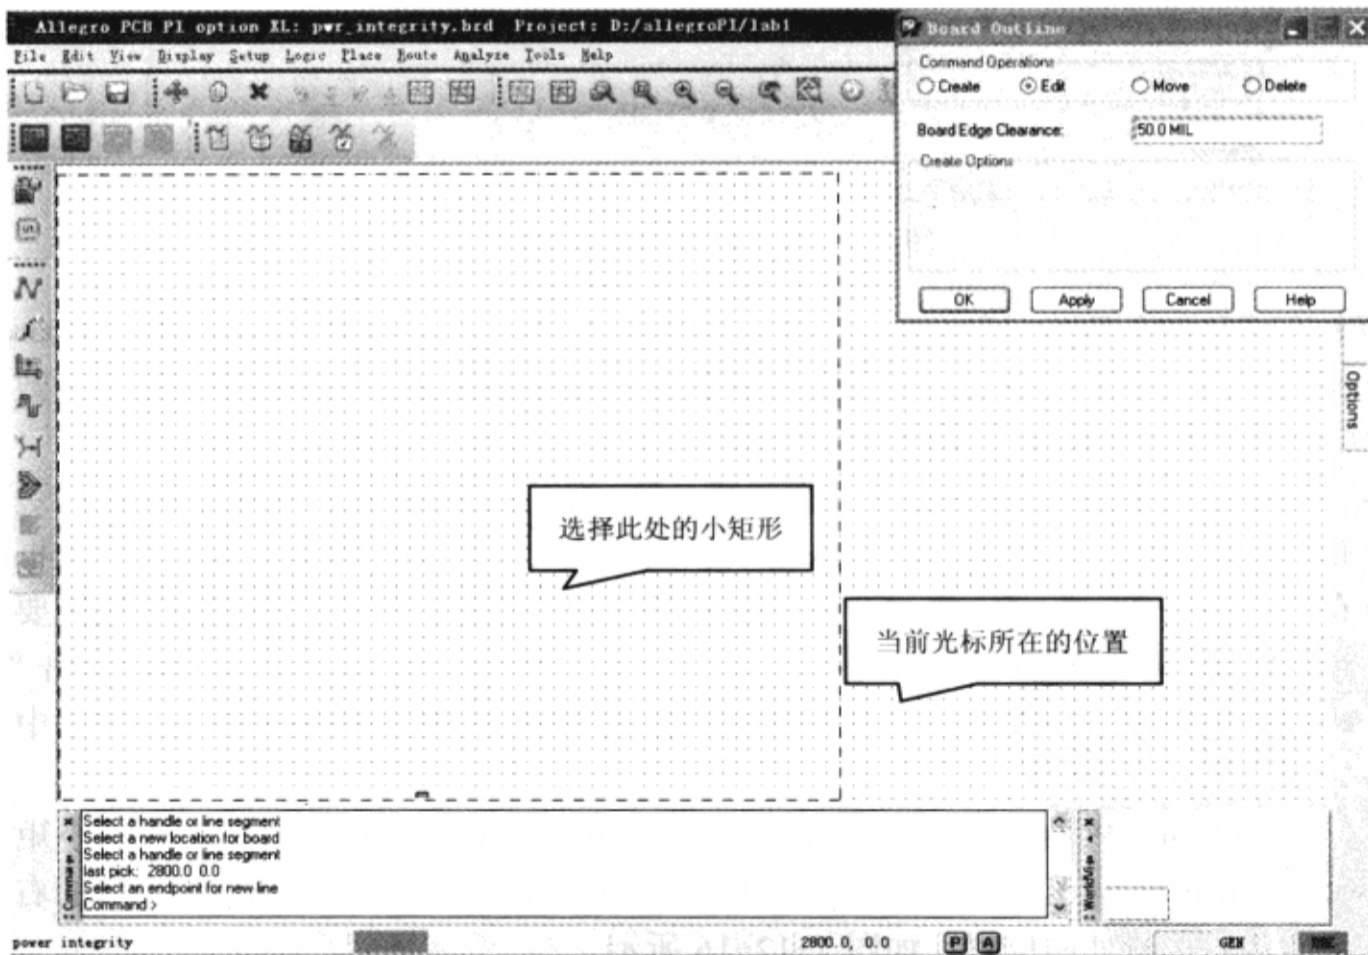

图 7-12-16 编辑 PCB 边框
(8) 在 Allegro PCB PI option XL 窗口中，单击 PCB 边框下边线中点的小矩形左边 200mils 处（两个栅格点，坐标为 2800.0,0.0）。在 Allegro PCB PI option XL 窗口的右下角可以观测到当前光标所处的位置，如图 7-12-16 所示。